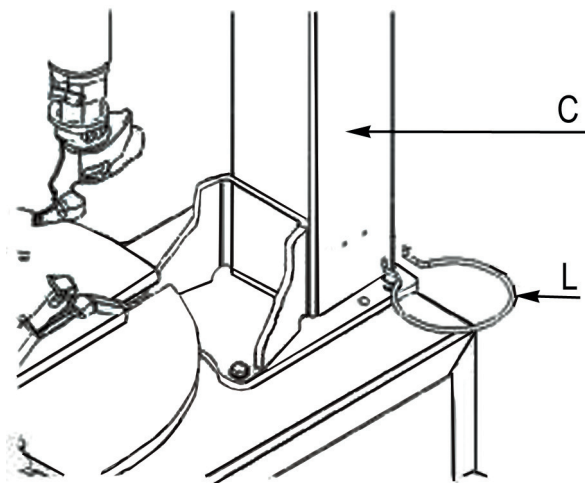

Bild 5d
- Wie in Bild 5d abgebildet, stecken Sie den Ring L mit der Anschlussklemme in die Löcher mit $\varnothing 5$ mm an der rechten Seite der Hauptsäule C.